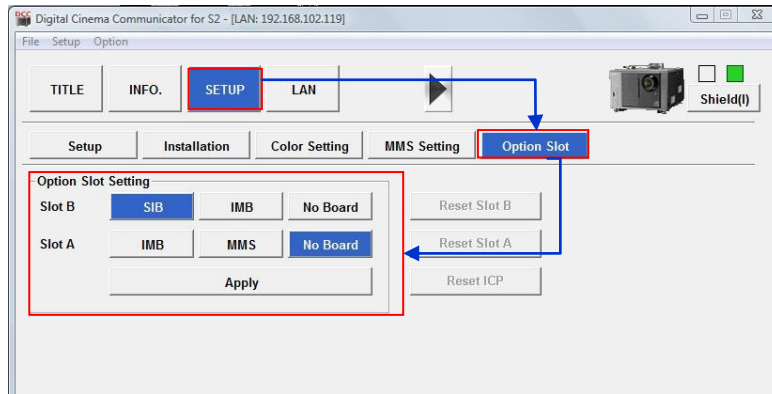

图 42 选项槽设置
7. 在 Digital Cinema Communicator 界面上选择 [Setup] →[Option Slot] 并在设置中为 Slot B 选择 IMB (如图 42 所示)